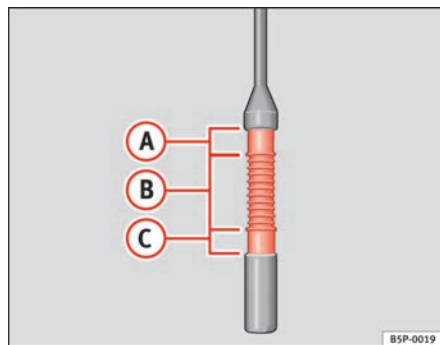

Abb. 157 Ölmesstab
- Den Messstab anschließend wieder herausziehen und den Ölstand ablesen ⇒ Abb. 157. Füllen Sie gegebenenfalls Motoröl nach.